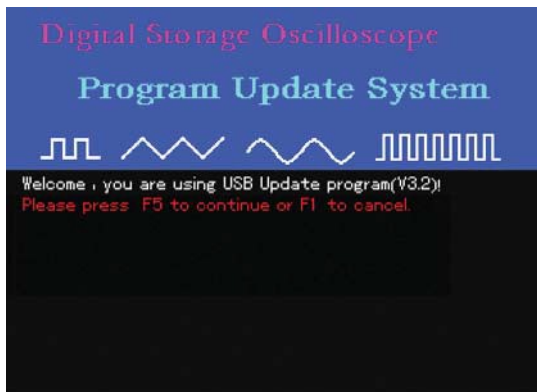
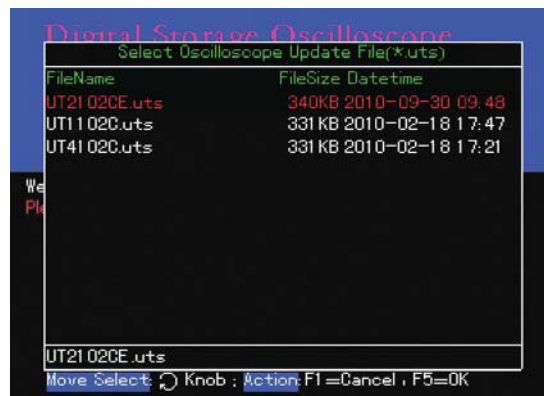

Figura 5-1
Figura 5-2
2. Presione POWER para encender el equipo y entre a la pantalla de bienvenida del programa, como se muestra en la figura 5-1. El siguiente mensaje debe aparecer en Inglés, “Bienvenido al programa de actualización. Por favor presione F5 para empezar la actualización o F1 para cancelar”.
3. Presione F5 como se muestra en la figura 5-1 para empezar el programa de instalación. Si solo hay un paquete de actualización en el dispositivo USB, vaya al paso 4. De lo contrario la siguiente pantalla aparece como en la figura 5-2. Use la perilla para elegir el archivo que necesite, luego presione F5 para confirmar. Para salir, presione F1.